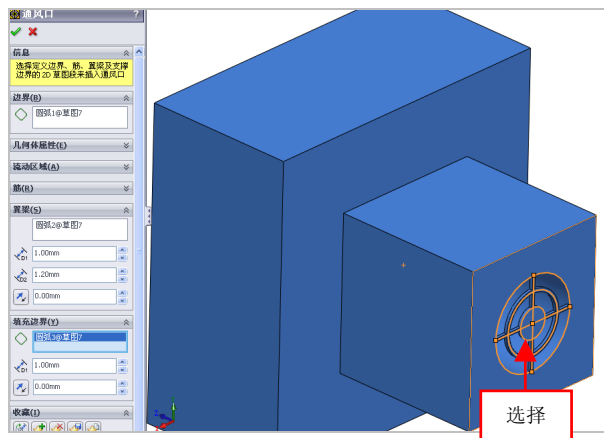

图 9-40 选择填充边界参照
(6) 在【填充边界】文本框的空白处，单击鼠标左键，选择最小的圆为填充边界参照，如图 9-40 所示。